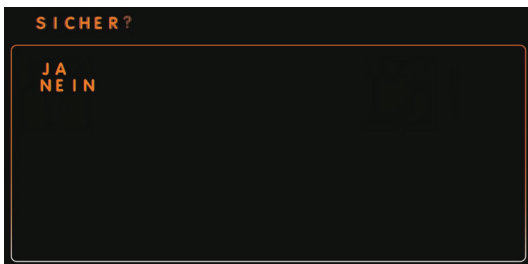

Abbildung 31. „Auf Werkseinst. zurücks.“ auswählen
2. Um das System auf die ursprünglichen Werkseinstellungen zurückzusetzen, wählen Sie **AUF WERKSEINST. ZURÜCKS.** Ein Bestätigungsbildschirm mit der Frage **SICHER?** wird geöffnet (Abbildung 31). **JA** blinkt.